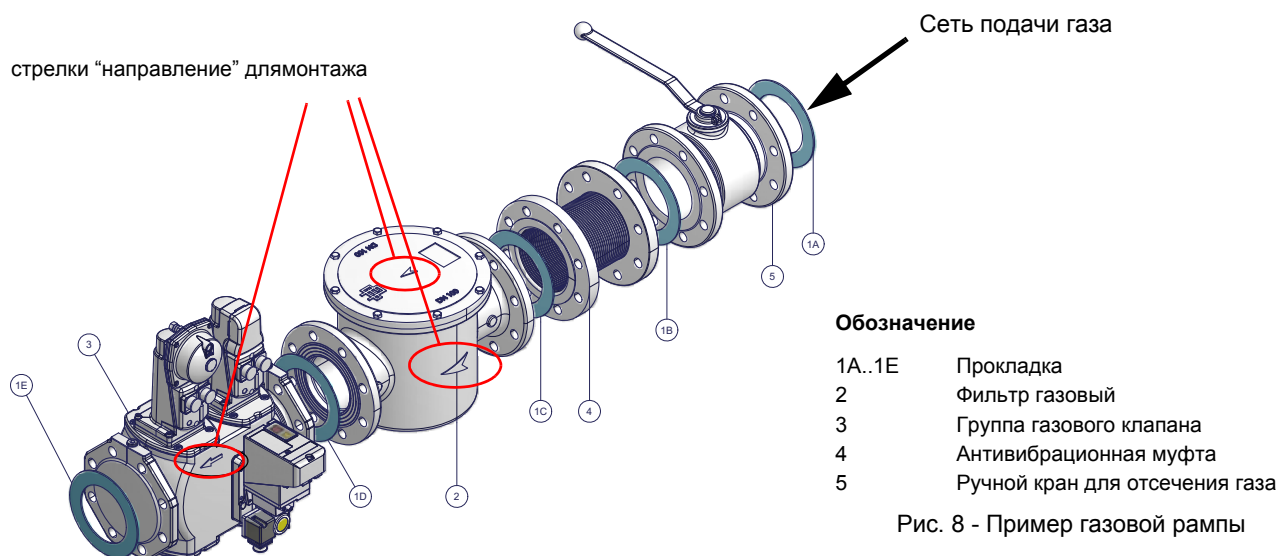

Рис. 8 - Пример газовой рампы
- 1) при фланцевых соединениях: между соседними компонентами устанавливать прокладку (1A..1E - Рис. 8), совместимую с используемым газом,
ВНИМАНИЕ: после монтажа газовой рампы согласно схеме на Рис. 8, необходимо провести тестирование на герметичность газового контура, согласно требований действующих нормативов.